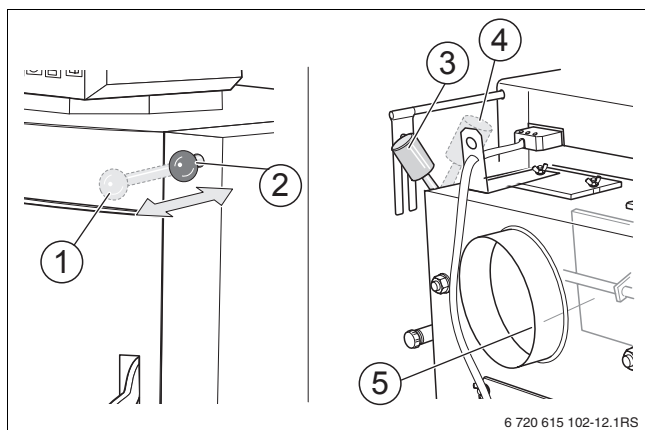

Fig. 32 Clapeta de încălzire deschisă și închisă
- ▶ Deschideți clapeta de încălzire. Pentru aceasta trageți mânerul clapetei înspre partea frontală (→ Fig. 32).
- ▶ Închideți clapeta de încălzire (→ Fig. 32, pagina 27).
- ▶ Deschideți clapeta de încălzire (→ Fig. 32, pagina 27).